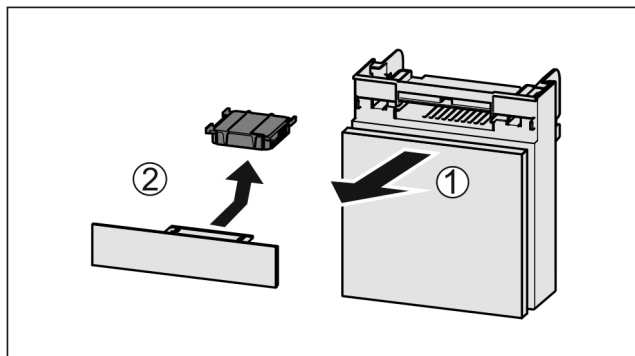

Fig. 132
- Estrarre il vano tirando in avanti Fig. 132 (1).
- Rimuovere il filtro a carboni attivi Fig. 132 (2).